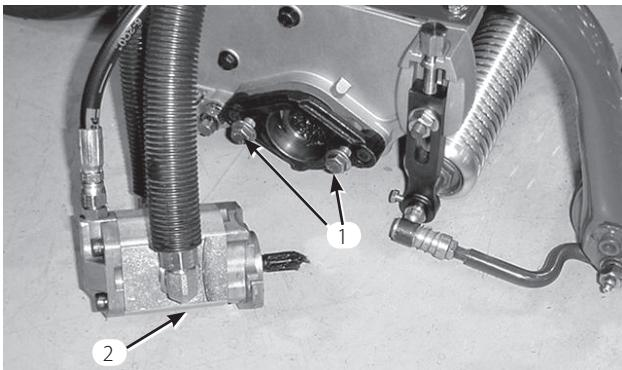

図 13
7. リールモータを固定するための取り付けボルトを各カッティングユニットに装着する。ネジ山を 13 mm 程度突き出させておく（図13）。
10. リールモータのシャフトのスライド部にグリスを塗布する。モータを取り付け穴に正対させ、時計方向にひねってスタッダードを一回かわし、次に左回りにひねって、キャップスクリュにフランジをしっかりと掛ける。キャップスクリュを締めてモータを固定する（図13）。